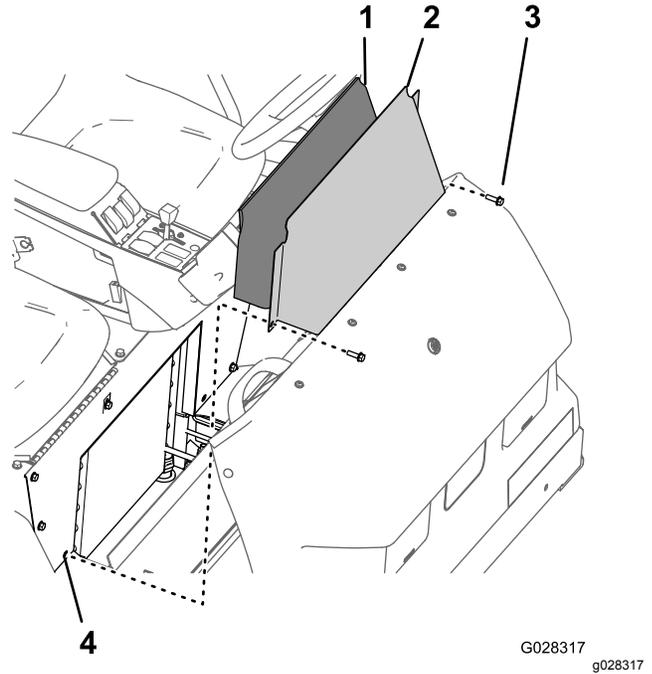

Figura 43
1. Retire los 2 pernos con arandela prensada que sujetan el panel de acceso de la base del asiento a la base del asiento (Figura 43).
2. Retire el panel de acceso de la base del asiento y el panel acústico de la máquina (Figura 43).
1. Alinee el panel acústico con el hueco del panel de acceso en la base del asiento (Figura 43).
2. Alinee los taladros del panel de acceso de la base del asiento con los taladros de la base del asiento (Figura 43).
3. Monte el panel de acceso de la base del asiento en la base del asiento con los dos pernos con arandela prensada (Figura 43) que retiró en el paso 1 de Retirada del panel de acceso de la base del asiento (página 45).